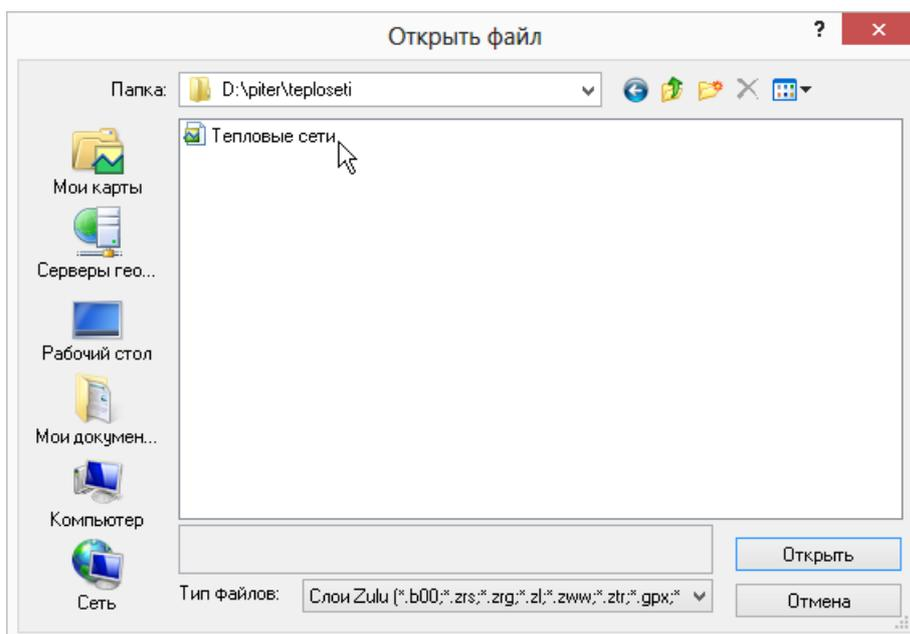

Рисунок 3.11. Диалог выбора слоя
2. Зайти в нужную директорию и выделить слой тепловой сети (см. Рисунок 3.11, «Диалог выбора слоя»)